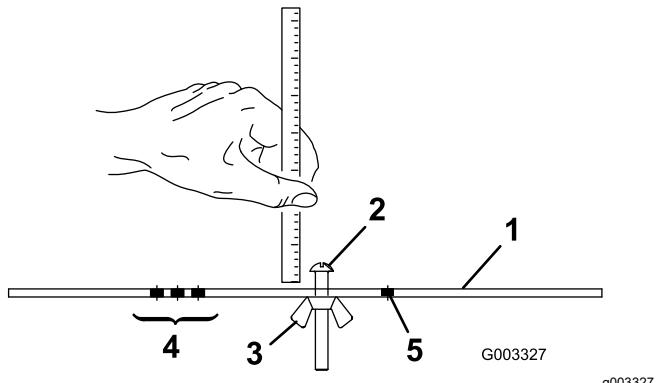

Figura 16
- Allentate il dado sulla barra di misura (Figura 16) e posizionate il bullone di regolazione all'altezza di taglio opportuna.